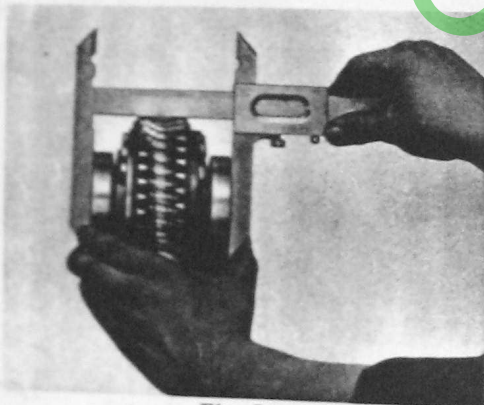

Fig. 74
2. Schneckenrad mit einer Schieblehre ausmessen (Fig. 74). Das Schneckenrad kann auch ohne Kugellager ausgemessen werden, jedoch müssen die Kugellager dann berücksichtigt werden.
2. Measure worm gear using a feeler gauge (Fig. 74). The worm wheel can also be measured without the ball bearing, in which case, however, the ball bearings have to be taken into consideration.